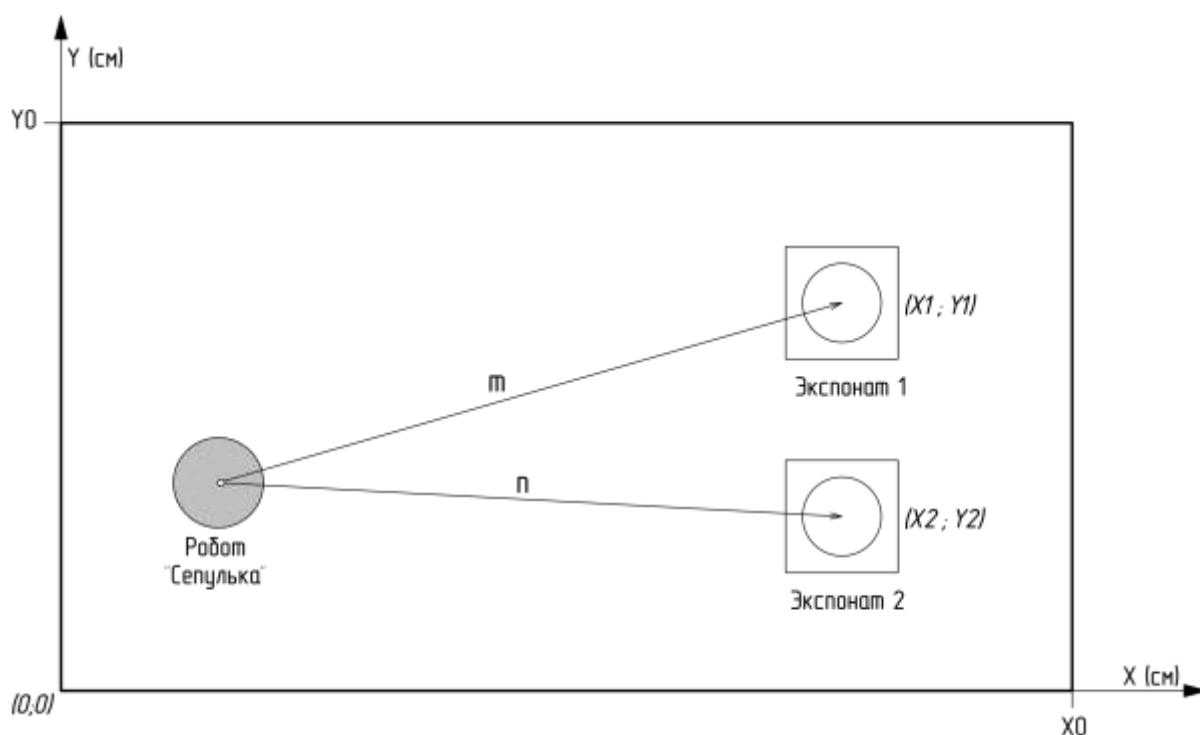

Рисунок 7. Робот и экспонаты в зале.
8.2. Представим, что в ходе модернизации на робота были добавлены лазерные датчики расстояния, но в музее есть зал со стеклянными стенами, расстояние до которых датчики не могут обнаружить. Вам поручено написать алгоритм локализации Сепульки в этом зале, но для начала Вы решили рассмотреть частный случай. Вам известны координаты расположения двух экспонатов в этом зале: $X_1=400$; $Y_1=300$, $X_2=X_1$; $Y_2=150$ (рис. 7).